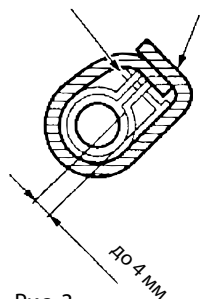

Рис. 3
- Оберните участок с хомутом и гибкий участок линии отвода конденсата изоляционным материалом (11), см. рис. 3.